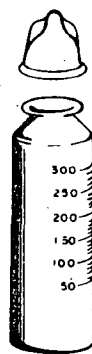

Fig. 6
- g Verifique o volume de água fornecido, através de uma proveta graduada (fig. 6).